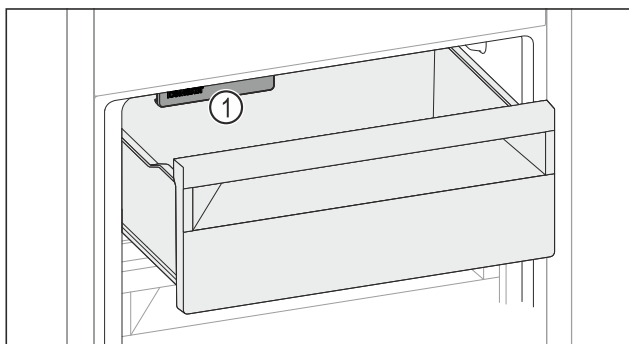

Fig. 56
- Rekening houden met IceMaker Fig. 56 (1).